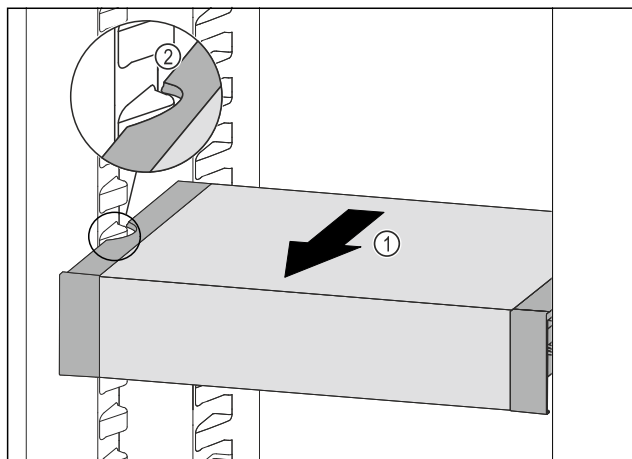

Fig. 138
- ▶ Trageți în față VarioSafe Fig. 138 (1), până când degajările laterale ale VarioSafe se află la înălțimea nervurii recipientului din frigider. Fig. 138 (2)